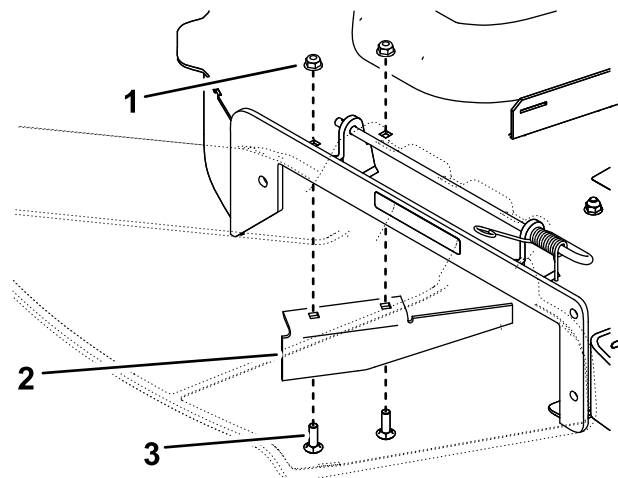

Figura 1
2. Rimuovete i 2 bulloni e i 2 dadi che fissano il deflettore di scarico al piatto di taglio e rimuovete il deflettore di scarico (Figura 1).
3. Montate i dispositivi di fissaggio negli stessi fori da cui erano stati rimossi originariamente (Figura 1).